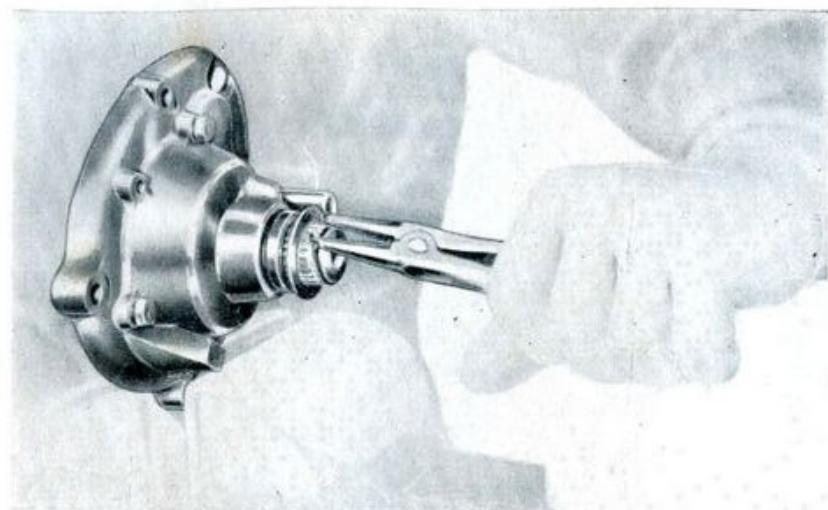

Fig. 30
- Op. 3) Montare la rondella e l'anello Seeger di ritegno, dopo essersi assicurati che la guarnizione di tenuta sia alloggiata perfettamente nella sua sede (fig. 30).